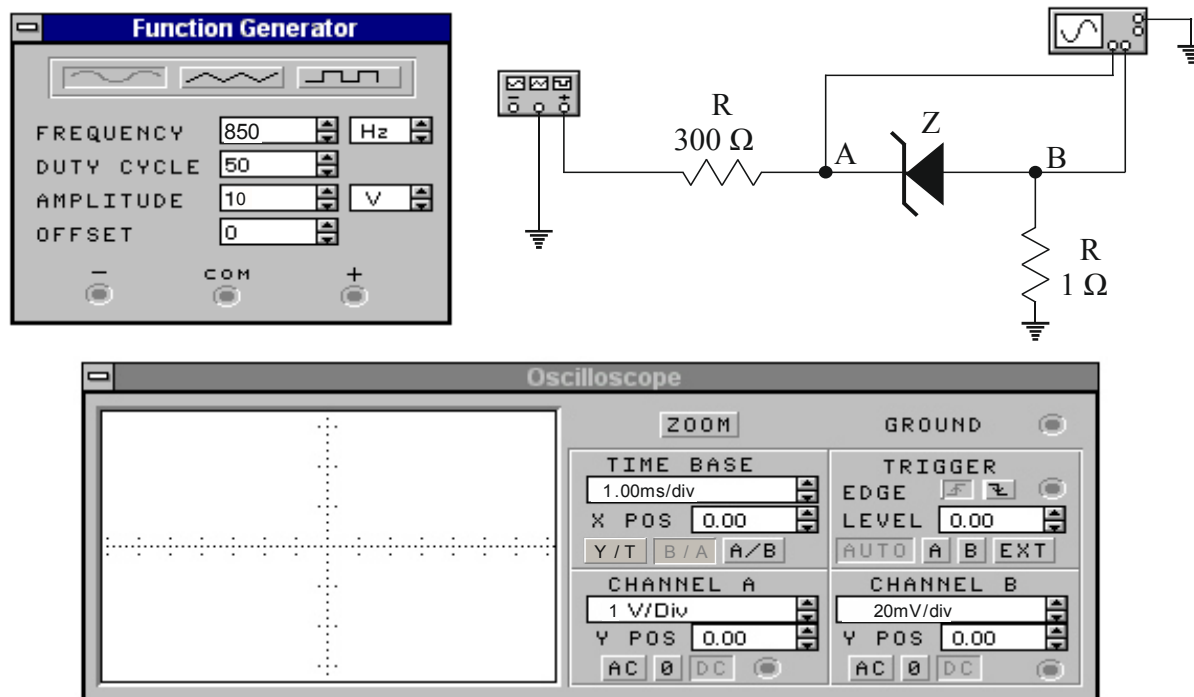

Рис.8.3.
3.1. На рабочем поле собрать схему (рис.8.3). Из таблицы вариантов (табл.8.1.) задать тип стабилитрона согласно варианту